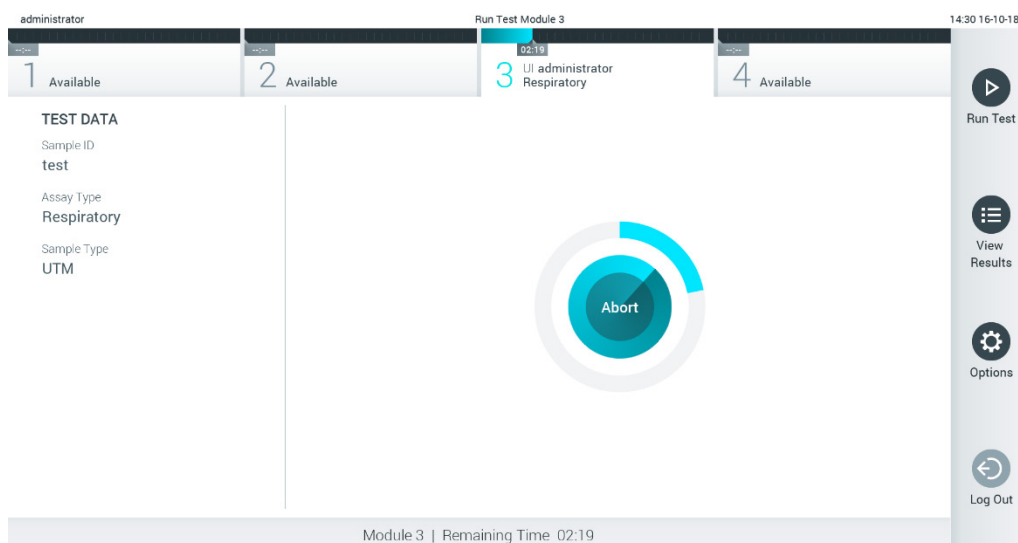

Figura 28. Execuo de testes e apresentao do tempo de execuo restante.
9. Durante a execuo do teste, o tempo de execuo restante  apresentado no ecr ttil (Figura 28).